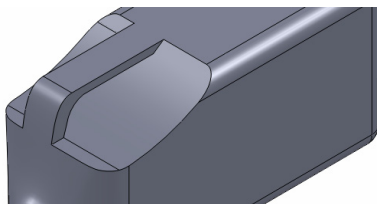

图 16-32 创建拉伸切除特征
(8) 退出草图绘制环境, 弹出【切除-拉伸】属性管理器, 选择【完全贯穿】选项, 单击【确定】按钮, 创建拉伸切除特征, 如图 16-32 所示, 隐藏基准面对象。